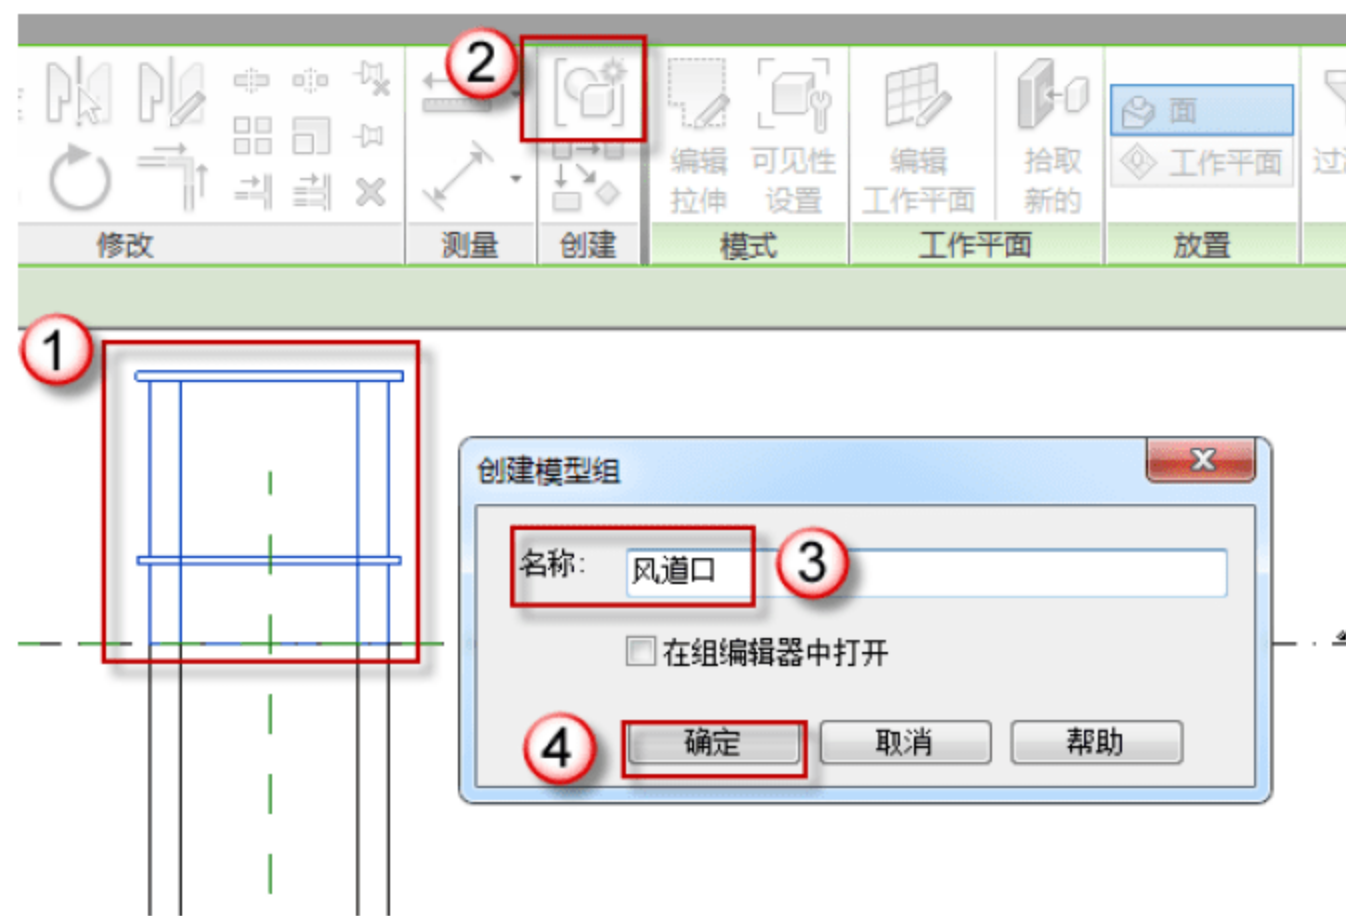

图 12.3.23 创建“风道口”组
(21) 创建“风道口”组。选择突出屋面的风道部分，单击“创建组”按钮，在弹出的“创建模型组”对话框中输入“风道口”，单击“确定”按钮，如图 12.3.23 所示。